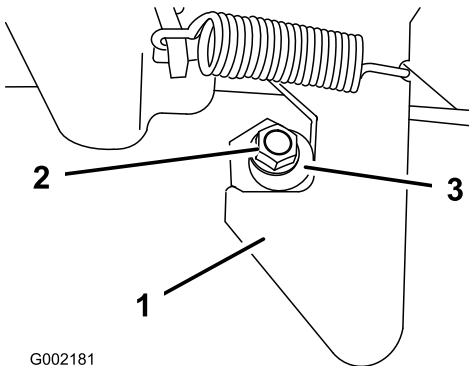

Figura 68
1. Afloje la contratuerca del extremo del tope del enganche (Figura 68).
2. Gire el tope del enganche en sentido horario hasta que quede apretado contra el enganche (Figura 68).